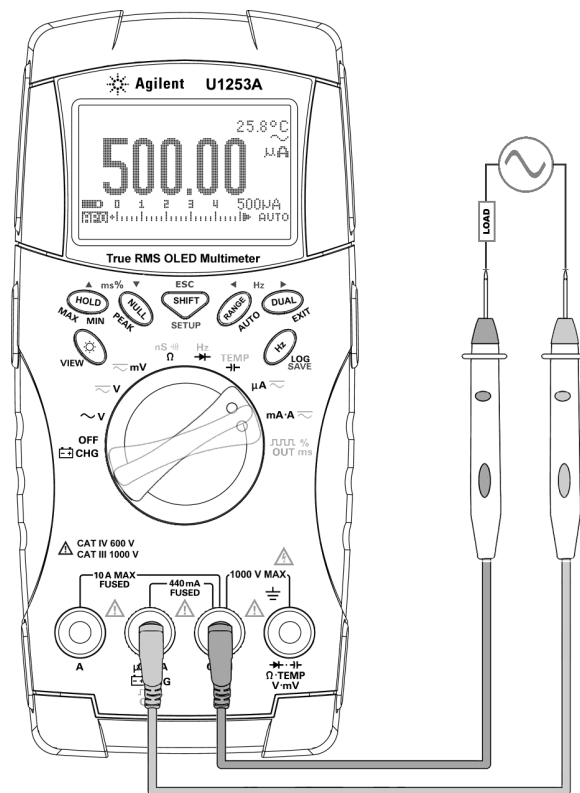

Figura 2-3 Medición de corriente μA y mA
- 3 Conecte los cables de prueba rojo y negro a las terminales de entrada $\mu\text{A}\cdot\text{mA}$ (rojo) y **COM** (negro) respectivamente (consulte la Figura 2-3 en la página 34).
- 2 Conecte las sondas tal como se muestra en la Figura 2-3 en la página 34.